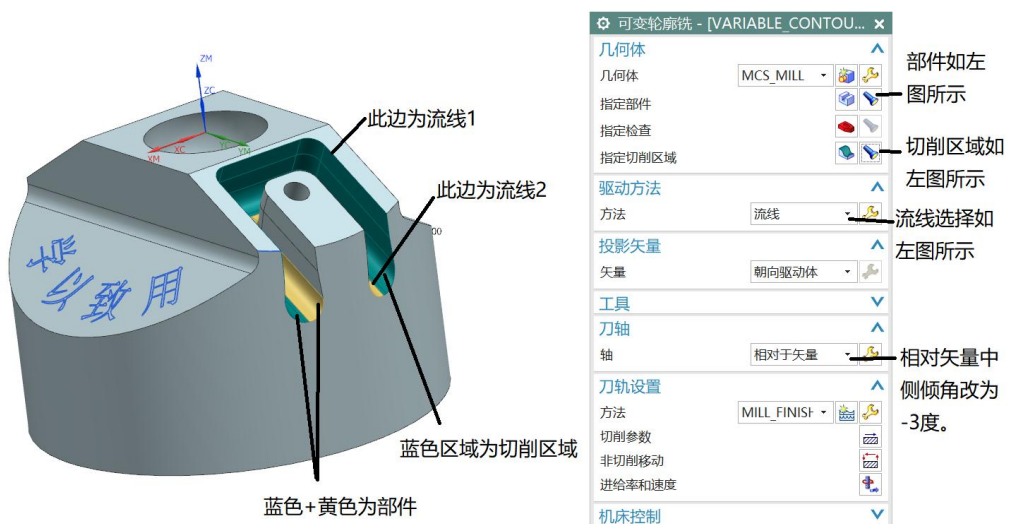

图 2-20 参数设置
5、与其相对应的不规则曲面的编程方法相似，对参数进行适当修改就行，如图 2-20 所示。